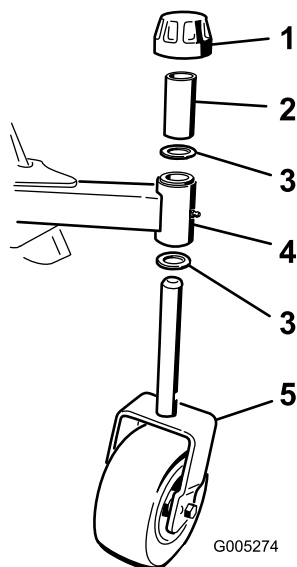

Рисунок 3
1. Снимите колпачковую гайку с вала шпинделя поворотного колеса (Рисунок 3). Снимите с вала шпинделя проставку и одну упорную шайбу. Оставьте одну упорную шайбу на валу.
- Вставьте шпindel поворотного колеса сквозь втулки рамы воздуходувки, установите другую упорную шайбу на вал, наденьте проставку на вал шпинделя и установите колпачковую гайку для закрепления узла (Рисунок 3).